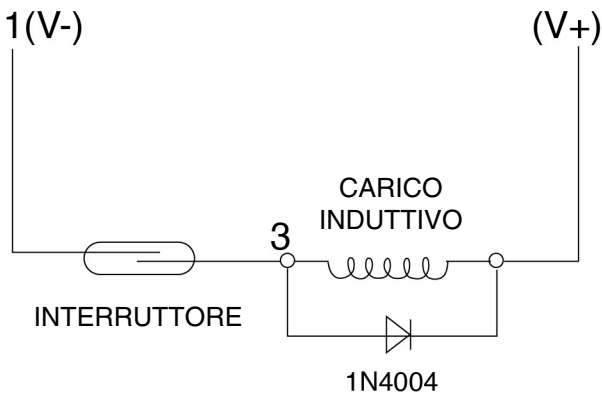

FIG. 4
**Tensione CC** - Si consiglia l'uso di un diodo 1N4004 (o equivalente) collegato catodo-positivo, come mostrato in FIG. 4.